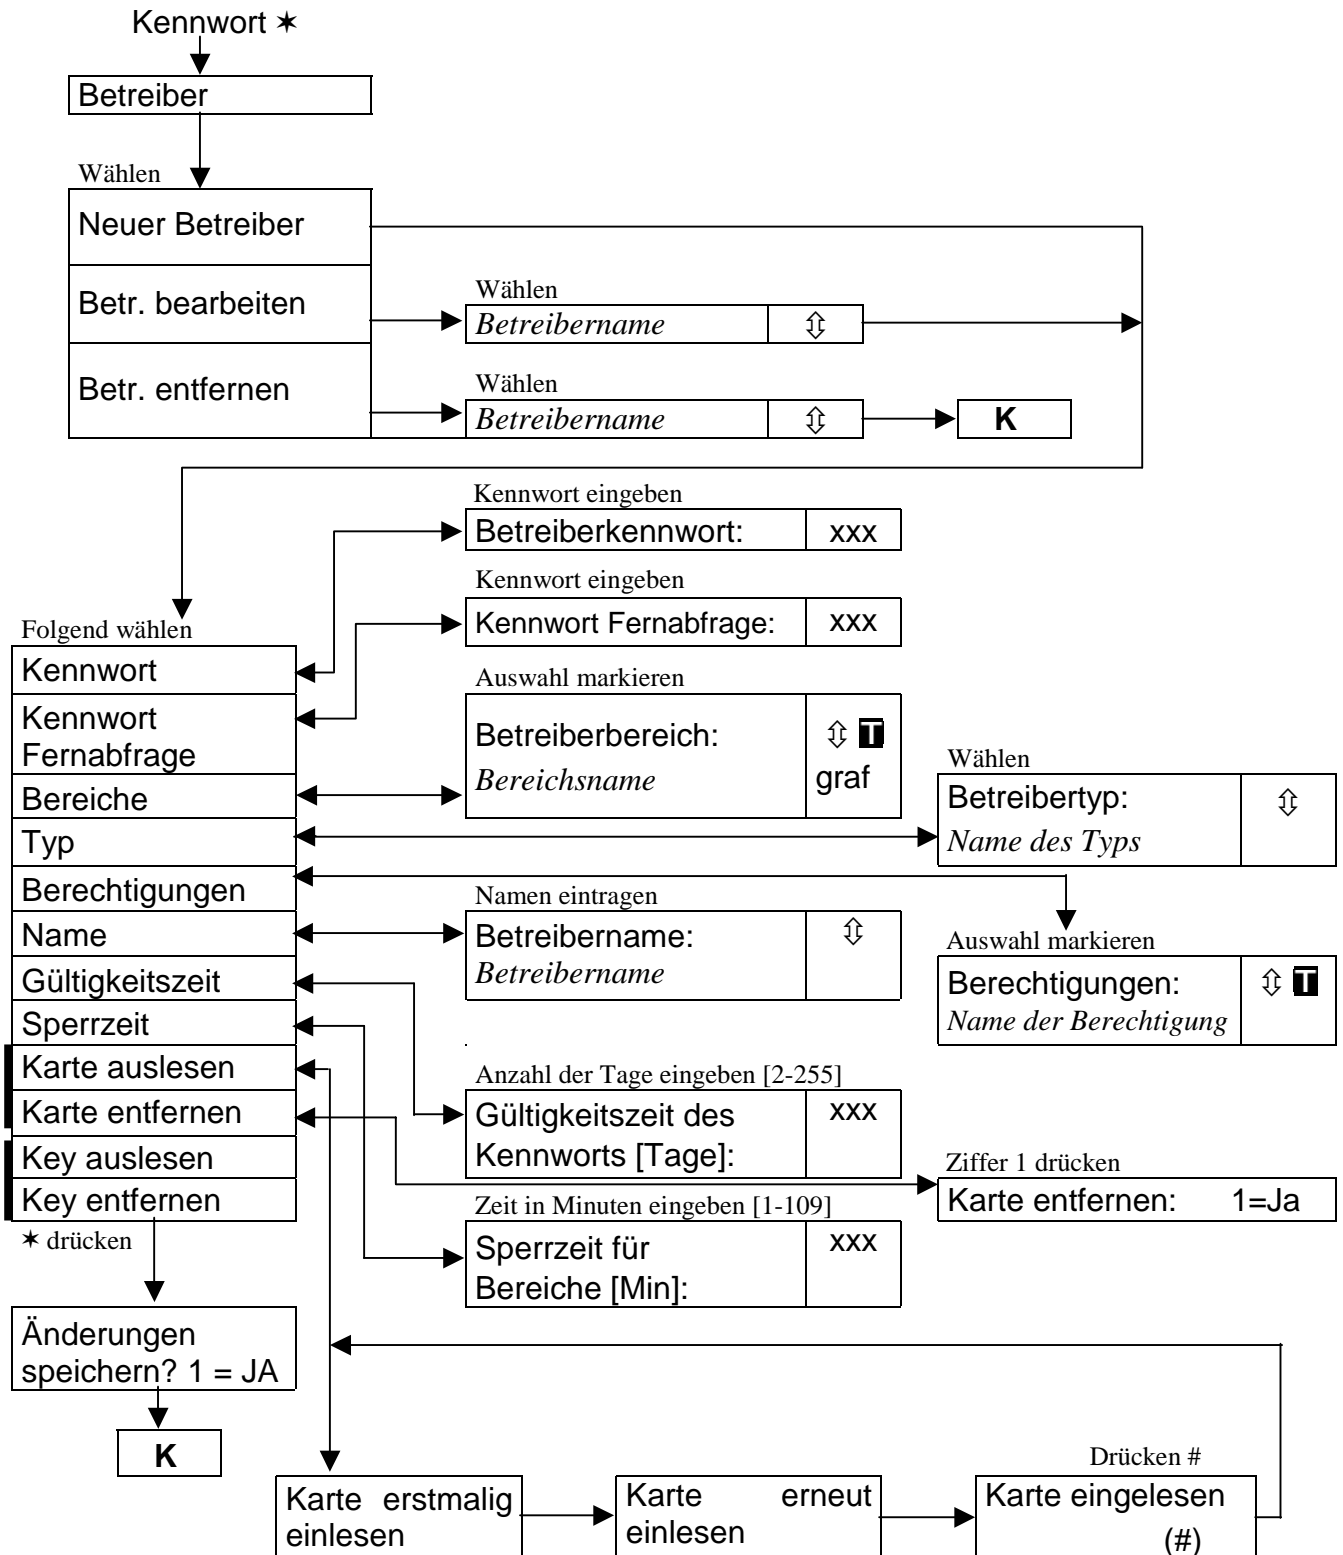

Abbildung 17
3. **Zeitweilig und aktualisierbar** – ein Kennwort, dessen Gültigkeit bei der Erstellung eines Betreibers im System zeitlich begrenzt wird und vor Ablauf der Gültigkeitszeit wird der Betreiber an die Notwendigkeit der Kennwortänderung erinnert. Nach der Änderung wird die Gültigkeitszeit des Kennworts von Anfang an gezählt. Nach der Auswahl dieses Betreiberkennworts (während der Eingabe oder der Bearbeitung) erscheint im Menü die Funktion *Gültigkeitszeit* (siehe: *Abbildung 17*), wo die Gültigkeitszeit dieses Kennworts in Tagen anzugeben ist.
4. **Zeitweilig und unaktualisierbar** – ein Kennwort, dessen Gültigkeit bei der Erstellung eines Betreibers im System zeitlich begrenzt wird. Nach der Auswahl dieses Betreiberkennworts (während der Eingabe oder der Bearbeitung) erscheint im Menü die Funktion *Gültigkeitszeit* (siehe: *Abbildung 17*), wo die Gültigkeitszeit dieses Kennworts in Tagen anzugeben ist. Die Gültigkeitszeit des Kennworts kann nur vom Betreiber, der den gegebenen Betreibertyp eingeführt hat, bzw. vom Administrator geändert werden.
8. **Zeitweilige Bereichsperrung** – ein Kennwort, das – wenn der Bereich scharf geschaltet ist - für eine gewisse (dem Kennwort zugewiesene) Zeit die Wirkung der Melder im Bereich blockiert. Nach Auswahl dieses Betreiberkennworts (während der Eingabe oder der Bearbeitung) erscheint im Menü die Funktion *Sperrzeit* (siehe: *Abbildung 17*), in dem die Dauer der Sperrzeit anzugeben ist.